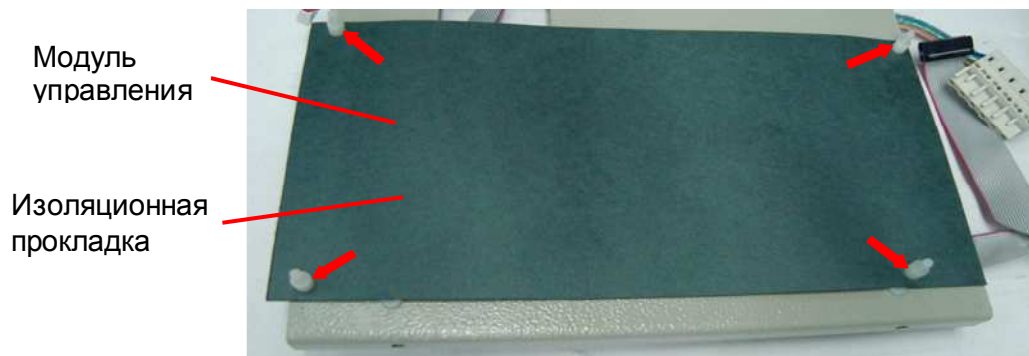

Рис. 7.11. Место установки платы ЦП.
7.7.1. Установить изоляционную прокладку на пластмассовые винты, закрепленные в модуле управления (рис. 7.11).
7.7.2. Надеть на винты пластмассовые втулки (рис. 7.11, красные стрелки).